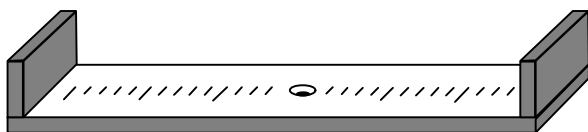

Рис. 3
2. Дерев'яну платформу (рис.3) покладіть на диск програвача „на ходу”. Навчіться класти і знімати з диска платформу, не зупиняючи диск програвача.